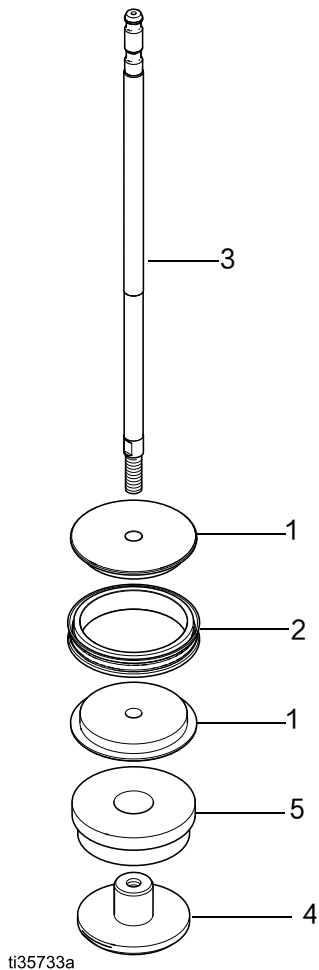

图 5. 拆卸或组装活塞
参见图 5（第 10 页）。
**注意：**如果重装 2500cc 活塞组件，则当零配件位于润滑缸 (6) 内时，可能更容易完成步骤 1 和 2。
1. 将活塞 (1) 的两半放在活塞密封 (2) 周围，卡在一起。参见图 5。
2. 在杆 (3) 的外径螺纹处涂抹高强度（红色）的 Loctite® 268、263 或 2760，在螺纹周围涂抹 360°。将杆 (3) 穿过活塞 (1) 和隔圈 (5) 并拧入活塞螺母 (4) 中。用 95–100 英尺磅（129–135 牛·米）的扭力将活塞螺母 (4) 拧紧。使用之前，密封剂必须最少固化 12 小时。